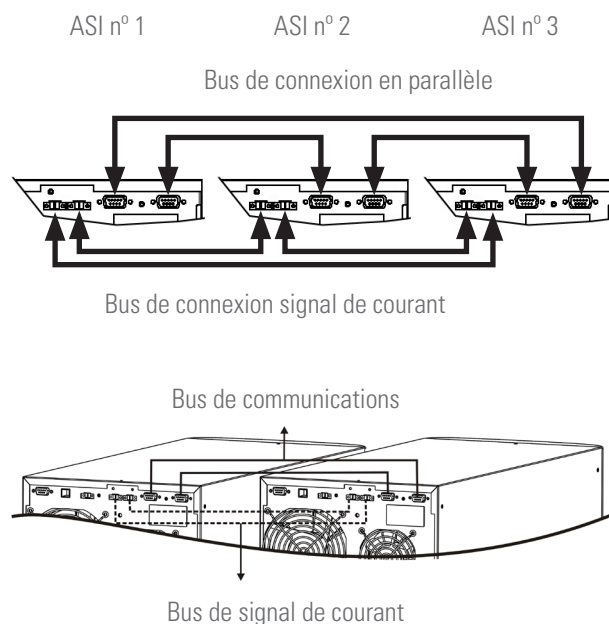

Fig. 22. Connexion bus de communication et signal de courant.
doit pas se prolonger sous aucun concept pour le risque d'interférences et défauts dans la communication que cela comporterait. Dans la Fig. 22 on représente une installation avec deux équipements en parallèle. Pour trois ASI opérez de la même manière pour fermer le bus de communications et celui de signal de courant.
- **Bus de connexion signal de courant.** Utilisez le tuyau à connecteurs dans les extrêmes pour lier les équipements et fermer le bus de courant au moyen de la liaison à travers des connecteurs deux équipements corrélatifs, tellement est montré dans la Fig. 22. Finalement, fermez le boucle du bus entre le dernier équipement et le premier.
Dans la Fig. 22 on représente une installation avec deux équipements en parallèle. Pour trois ASI opérez de la même manière pour fermer le bus de communications et celui de signal de courant.